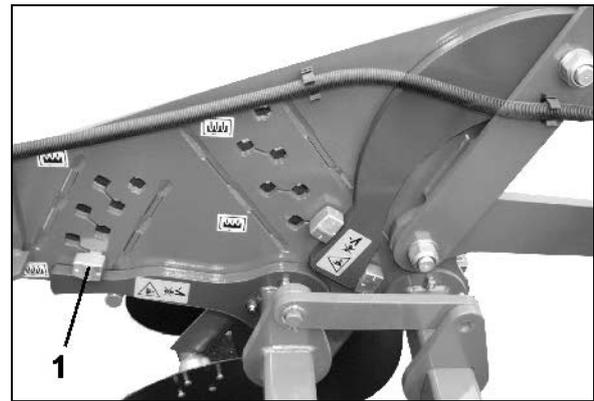

Рис. 30
Глубина хода сферических дисков обеспечивается при помощи заднего катка и эксцентрика в балке с отверстиями заднего ряда дисков (Рис. 30).
- Посредством перестановки эксцентрика (Рис. 30/1):
- Посредством поворота эксцентрика (Рис. 30/1):